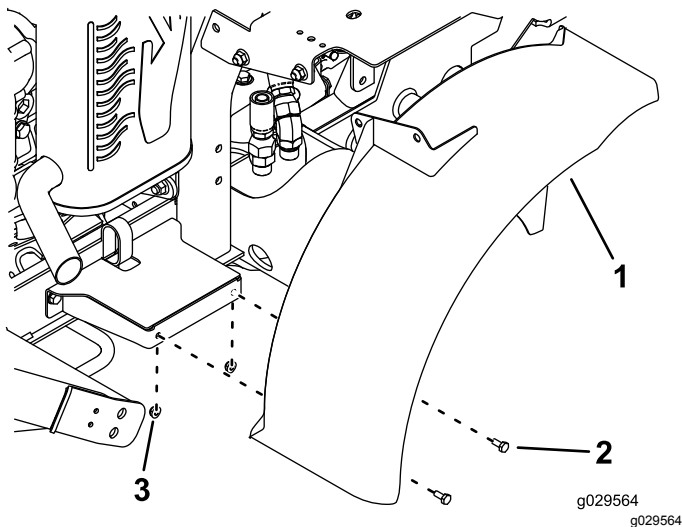

Figura 37
14. Monte provisionalmente el lateral del guardabarros derecho en el soporte del guardabarros con 2 pernos ($\frac{1}{4}$ " x $\frac{5}{8}$ ") y 2 tuercas ($\frac{1}{4}$ "), según se muestra en Figura 37.
15. Monte provisionalmente el soporte de la parte superior del guardabarros en el soporte del depósito de combustible con 2 pernos ($\frac{3}{8}$ " x $\frac{3}{4}$ ") y 2 tuercas ($\frac{3}{8}$ "), según se muestra en Figura 37.